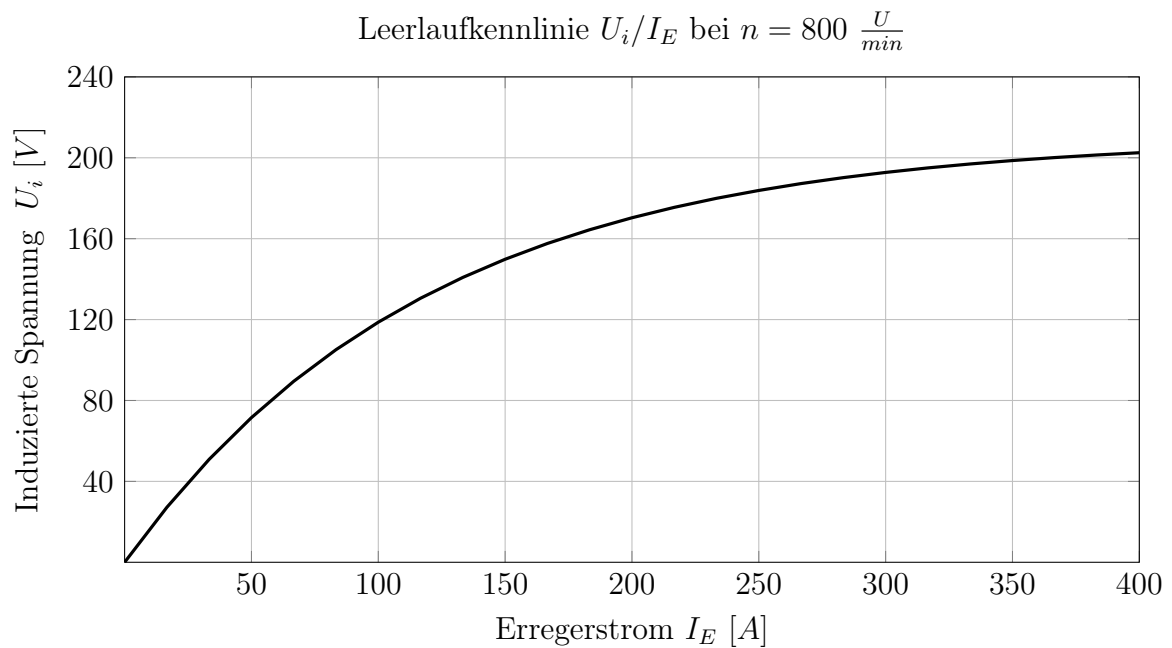

Abbildung 3: Leerlaufkennlinie
Eine Leerlaufkennlinie $\frac{U_i}{I_E}$ bei $n = 800 \frac{U}{min}$ ist gegeben (siehe Abb.3).
- Da es sich hier um eine **Reihenschluss**-Gleichstrommaschine handelt, ist der Strom, welcher durch die Erregerwicklung geht gleich dem Strom durch den Anker $I_A = I_E$. Aus der Abb.3 wird bei $I_A = 280 \text{ A}$ die Induzierte Spannung $U_i = 190 \text{ V}$ abgelesen. Das Moment errechnet sich nach Glg.(1.2.27).
4. Bei einem geänderten Ankerstrom wird auch eine andere Spannung induziert, wodurch $k_1 \Phi$ neu bestimmt werden muss. Aus der Abb.3 wird bei $I_A = 140 \text{ A}$ die Induzierte Spannung $U_i = 140 \text{ V}$ abgelesen. Das Moment errechnet sich nach Glg.(1.2.27).